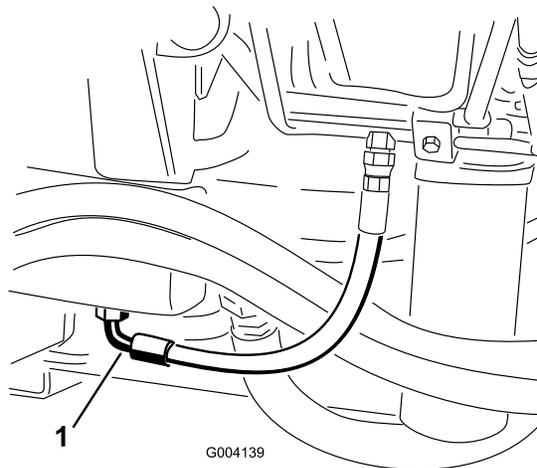

Figura 77
2. Collocate una bacinella di grandi dimensioni sotto il raccordo previsto sulla base del serbatoio del fluido idraulico (Figura 77).